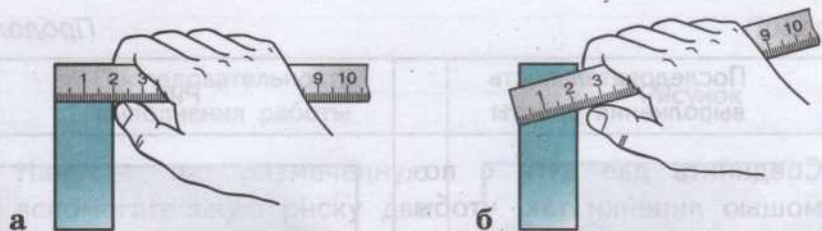

Рис. 83. Приёмы измерения слесарной линейкой:
4. При измерении правильно прикладывать линейку к измеряемой детали (рис. 83, а). Следить за тем, чтобы начало шкалы линейки совпадало с краем заготовки (или с разметочной риской), от которой производится отсчёт. Если линейка будет расположена неправильно, с перекосом (рис. 83, б), то результат будет неверным.